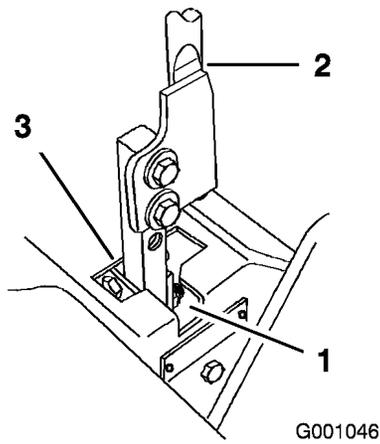

Figura 53
- Mueva la palanca a la posición de punto muerto, pero no bloqueada (Figura 53).
- Compruebe la posición de la palanca de control con relación a la muesca de la consola (Figura 53). Debe estar centrada para que la palanca pueda girar hacia fuera a la posición de bloqueo/punto muerto.